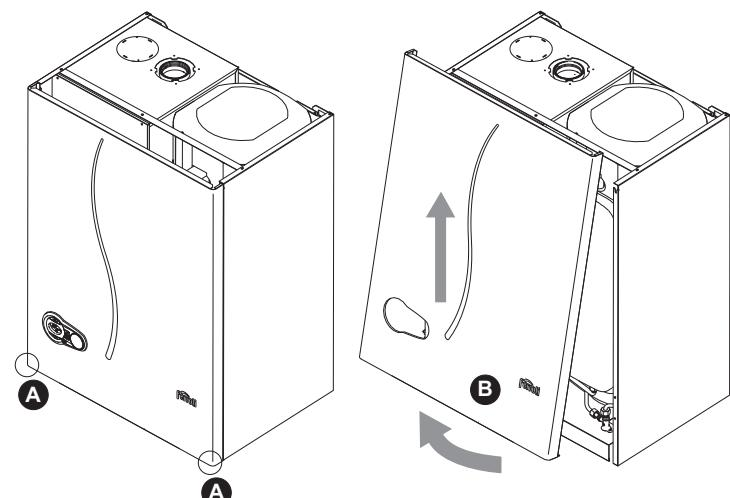

fig. 24 - Ouverture du panneau avant
- Dévisser les vis A (voir fig. 24)